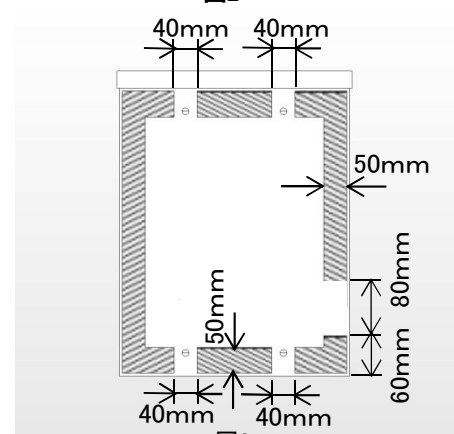
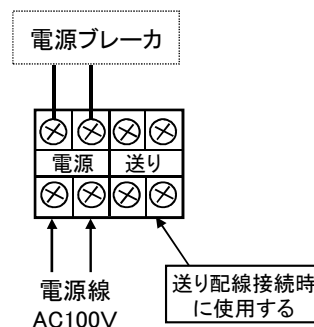

図3
図8
③ 入線(電源線)用の穴をボックスの背面に図3の斜線内に開けてください。開けた後の切りくずをボックス内に残さないようにしてください。
2-5. 電源線, 出力線の接続 <図8>・<図9>
- ① 図3の斜線内にあけた穴に電源線を必ずおし、図8を参考に間違わないように接続してください。